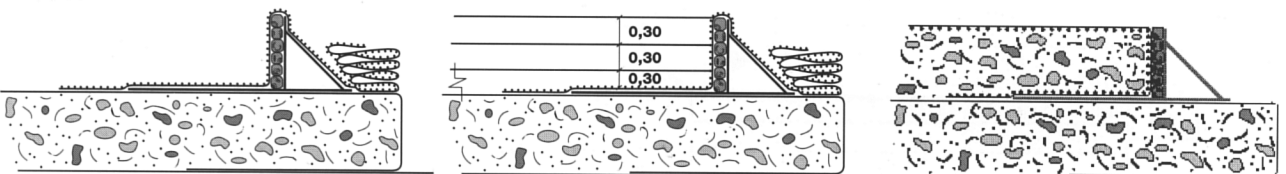

Abb. 9: Schalungsdetails mit Winkelleisen
Für Böschungen und Stützbauwerke empfehlen wir folgende Berechnungen und unten gegebenen Aufbau (s.a. Abb. 9). Dadurch werden Stabilitäts-, Sickerwasser- sowie Erosionsprobleme vermieden.
- Auslegen des kürzeren Teils der RAUGRID-Bahn auf der Unterseite der Bewehrungslage (Umschlagslänge); der Rest hat zunächst über der Schalung zu liegen (Abb. 9 u. 10).